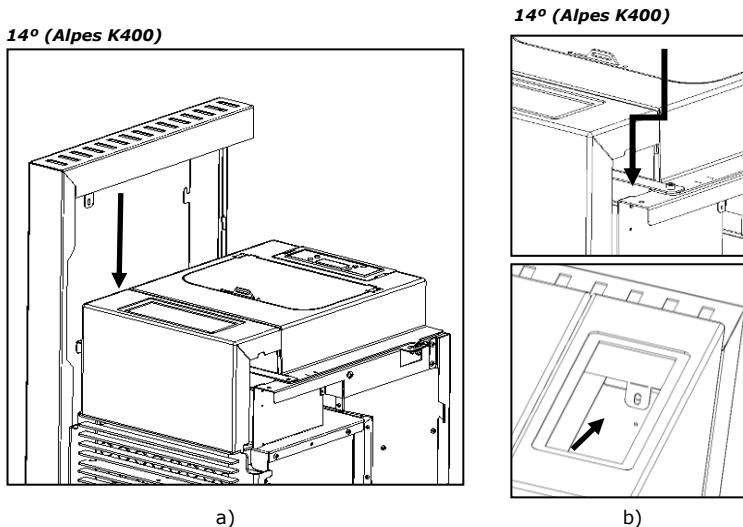

Figura 63 - Encaixe das patilhas nas estruturas laterais
p) Na parte superior a patilha mencionada deve passar entre o frontal de acabamento superior e a estrutura da máquina como demonstra a Figura 63. No caso Alpes K300 a patilha não fica visível.